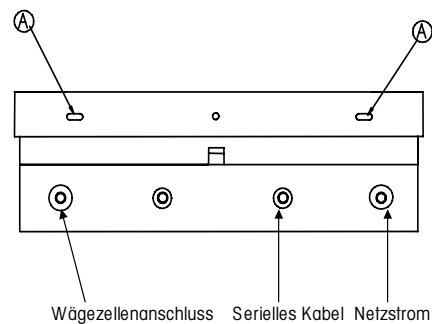

Abbildung 4
1. Die Spitze eines Flachkopfschraubendrehers in einen der beiden Schlitz (A in Abbildung 4) an der Unterseite der Vorderplatte einführen.